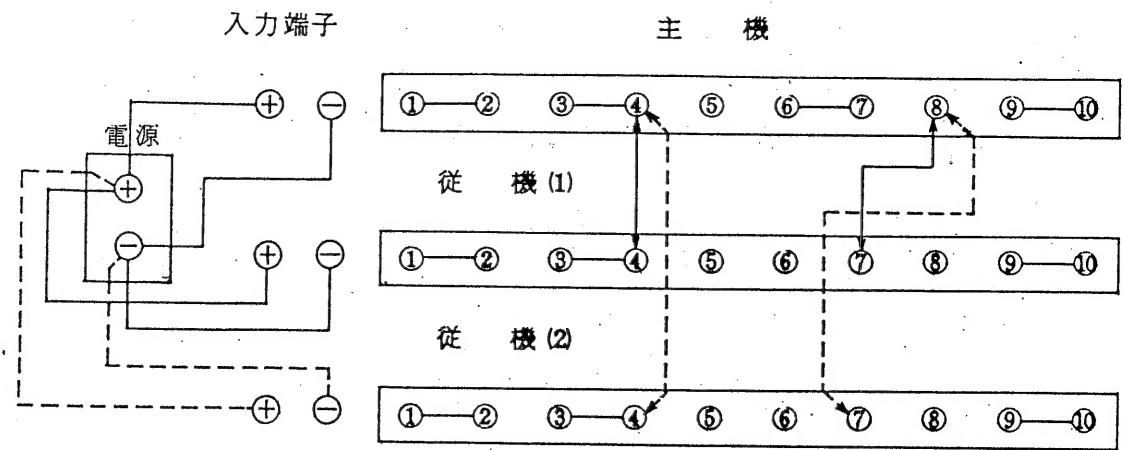

図 15
1) 3台の場合の接続法として図15のように後面端子板を接続します。